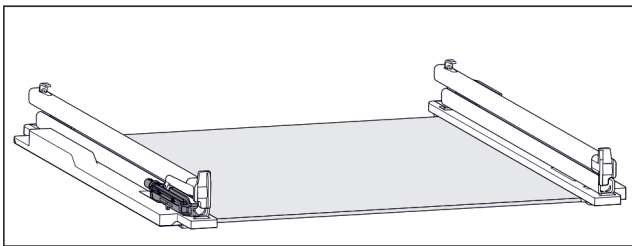

Fig. 114 Dempingsenhet
- ▶ På venstre skinne er dempingsenheten festet. (se Fig. 114)